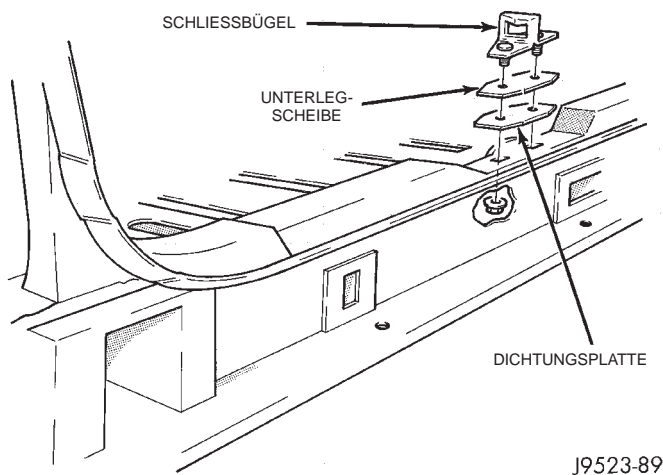

Abb. 65 Schließbügel der Heckklappe
- (1) Heckklappe öffnen.
- (2) Haltemuttern des Schließbügels der Heckklappe unter der Scheuerleiste lösen. Dazu unter die Stoßfängerverkleidung/Querträger greifen (Abb. 65).
- (3) Schließbügel, Unterlegscheibe und Dichtungsplatte ausbauen.